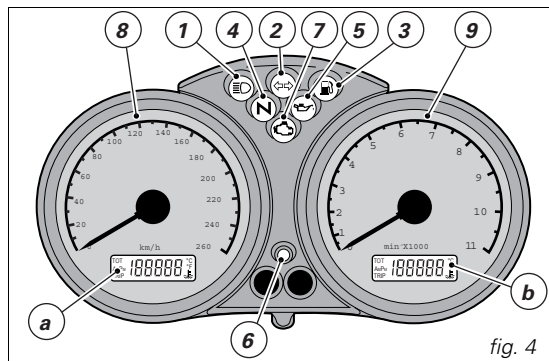
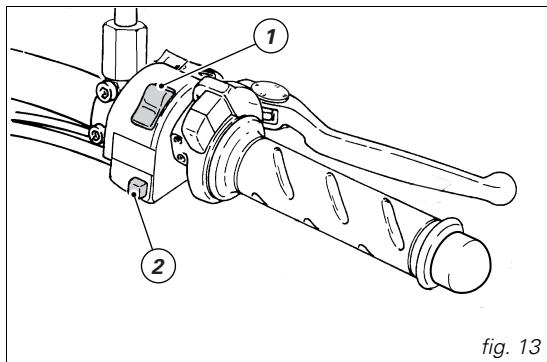

fig. 4
fig. 13
Tableau de bord (fig. 4)
Cette procédure permet donc à l'usager, en cas de problèmes à l'antidémarrage électronique, de désactiver la fonction "blocage du moteur" signalée par l'allumage du témoin jaune ambre **EOBD** (7, fig. 4).
Le témoin EOBD (7, fig. 4) s'éteint après une durée préfixée de 8 secondes.
4) Comptez un nombre de clignotements du témoin EOBD (7, fig. 4) équivalent au premier chiffre du code secret.
1) si le code est reconnu, le témoin (6, fig. 4), placé sur le tableau de bord, produit un bref clignotement ; le système de protection a saisi le code de la clé et désactive le blocage du moteur. En appuyant sur le bouton START (2, fig. 13), le moteur se met en route.
2) Si le témoin (6, fig. 4) ou le témoin EOBD (7, fig. 4) demeurent allumés, le code n'a pas été saisi. Dans ce cas, il est conseillé de remettre la clé dans la position OFF et ensuite à nouveau dans la position ON ; si le blocage persiste, essayez à nouveau avec l'autre clé noire en dotation. S'il est encore impossible de faire démarrer le moteur, faites appel au réseau d'assistance DUCATI.
3) Si le témoin (6, fig. 4) continue de clignoter, cela signifie qu'un signal du système antidémarrage électronique a été rétabli (par exemple avec la procédure de déblocage au moyen de la poignée des gaz). Tournez la clé sur OFF et ensuite sur ON pour rétablir le fonctionnement normal du témoin antidémarrage électronique (voir point 1).
Commutateur droit (fig. 13)